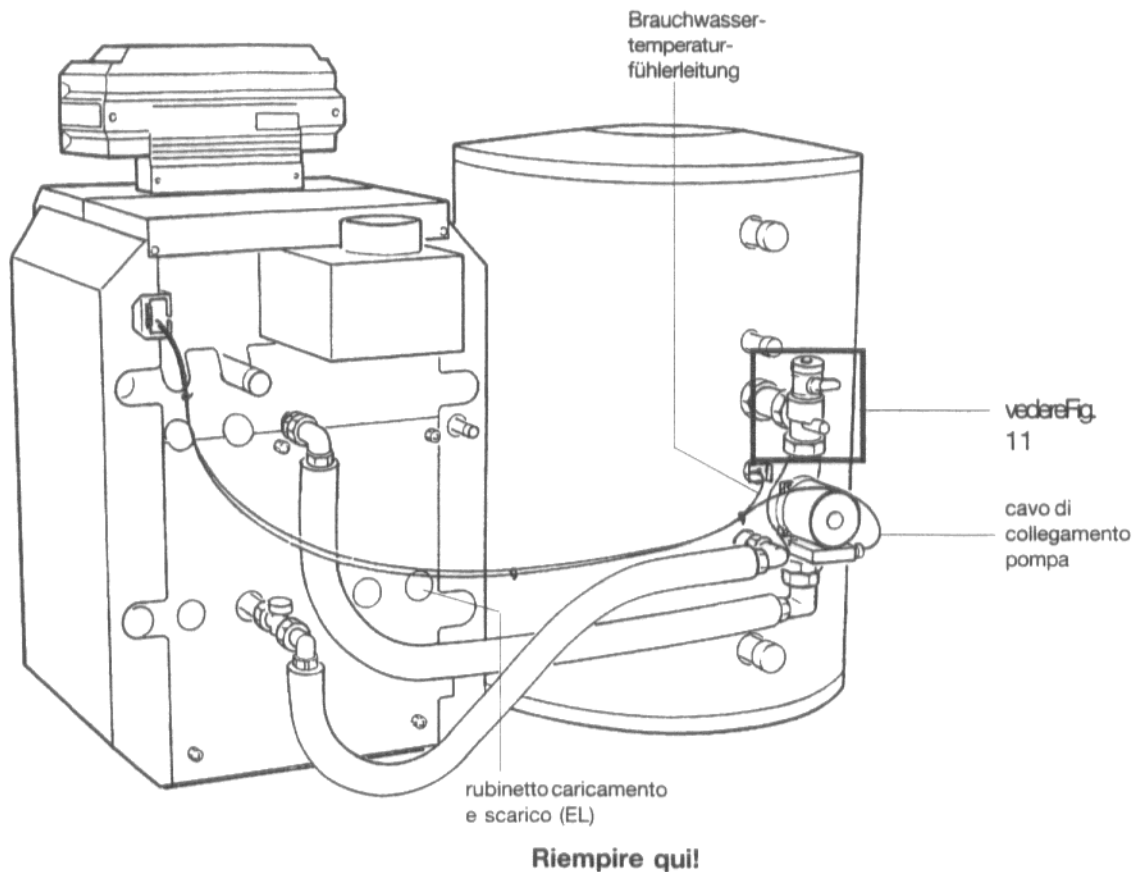

Fig. 10: Vista posteriore; montaggio finito
- Posare con accuratezza i cavi per la sonda temperatura acqua sanitaria ed i cavi di collegamento della pompa (Istruzioni di montaggio caldaia opp. accumulatore; Fig. 10).
- Riempire lentamente la caldaia al rubinetto di carico e scarico (Fig. 10)